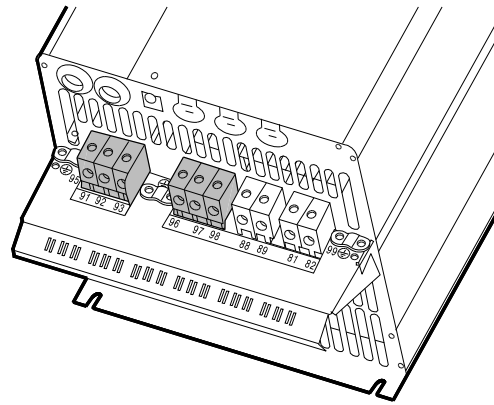

Abb. 19 Netz- und Motoranschluss, Gehäuse C3
1. Den Schutzleiter an die Klemme 95 (PE) anschließen. Siehe Abb. 19 und 20.
1. Den Schutzleiter an die Klemme 99 (PE) anschließen. Siehe Abb. 19 und 20.
2. Die Leiter des Motorkabels an die Klemmen 96 (U), 97 (V) und 98 (W) anschließen.